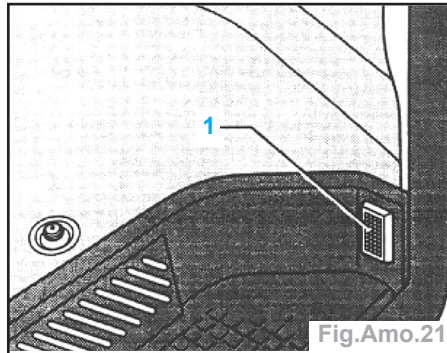

Fig.Amo.21
- Extraire, en faisant levier, la lampe de marchepied (1) (si le véhicule en est équipé) et débrancher les connexions à fiche (Fig.Amo.21).